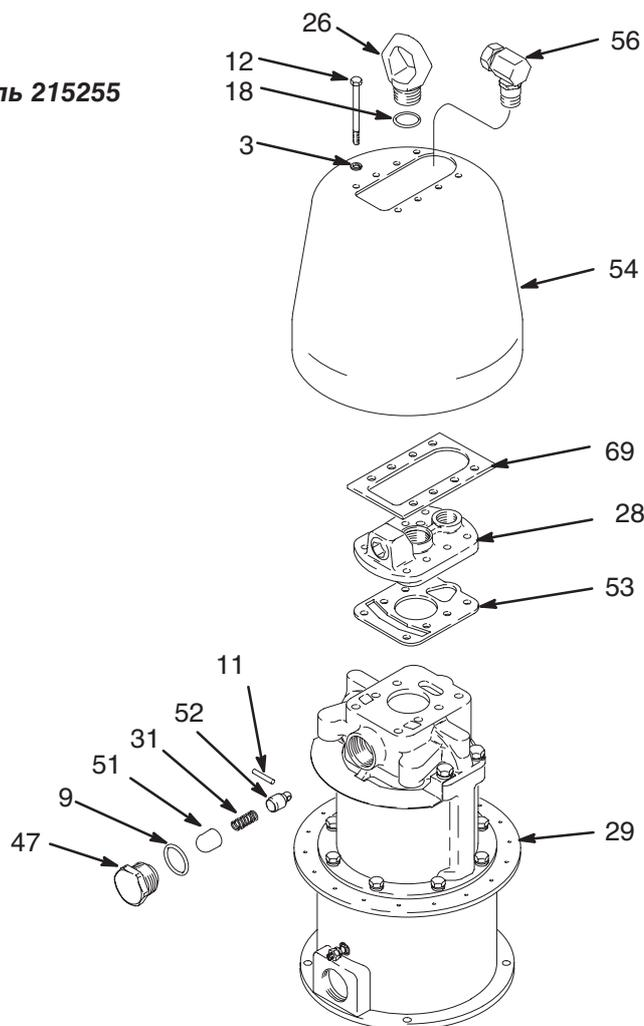

Рис. 4
- a. *Модели 215255 и 233077:* Выкрутите рым-болт (26), снимите уплотнительное кольцо (18), болты (12), шайбы (3), фитинг впускного воздушного патрубка (56) и кожух (54). См. Рис. 4.
- b. *Модель 237001:* Выкрутите рым-болт (26), снимите уплотнительное кольцо (18), болты (12), шайбы (3), фитинг впускного воздушного патрубка (56) и глушители (76). Снимите воздушную трубку (83) с фитинга (87) и выдавите ее вниз через уплотняющее кольцо (81). Снимите кожух (54). См. стр. 26.
4. Удалите прокладку (69). Снимите верх крышку коллектора (28) с насоса. Удалите прокладку (53).
5. Открутите рычажные держатели (47) и снимите уплотнительные кольца (9), направляющие корпуса (51), пружины (31), корпуса (52) и штифты (11) с каждой стороны коллектора (29).
ПРИМЕЧАНИЕ: См. Рис. 4 по операциям с 3 по 5.